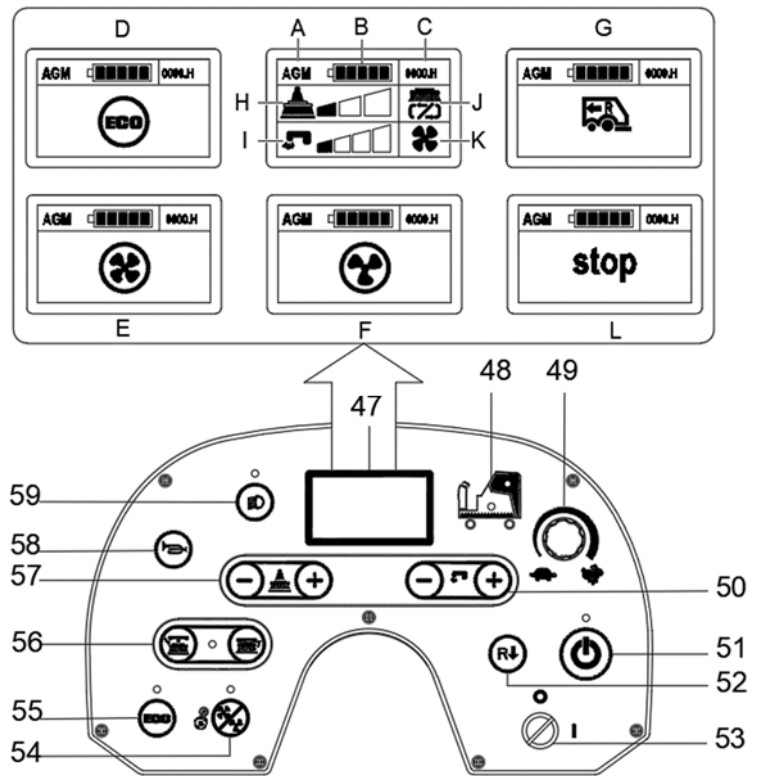

Рис. 3
1. Вставьте ключ зажигания (53, рис. 3) и поверните его в положение «I». Поднимите деку.